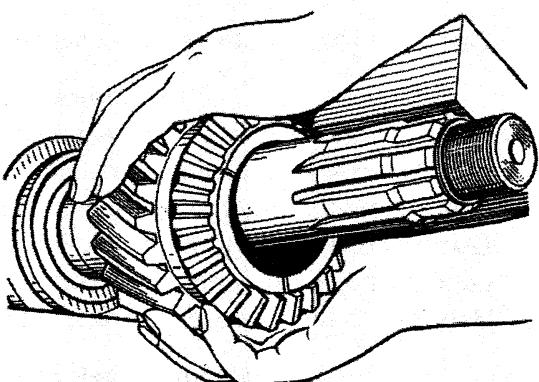

Рис. 15. Снятие шестерни привода
- 23.Снять шестерню привода заднего моста (рис. 15) и стопорное кольцо 83 (см. рис. 9) внутренней обоймы среднего подшипника.